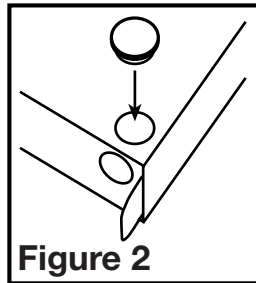

Figure 2
- Choisissez le trou électrique défonçable le plus commode et insérez le bouchon dans le 2ème trou défonçable (**Figure 2**).